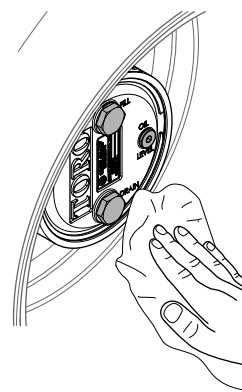

Рисунок 109
3. Начисто протрите корпуса планетарного редуктора и тормоза (Рисунок 109).